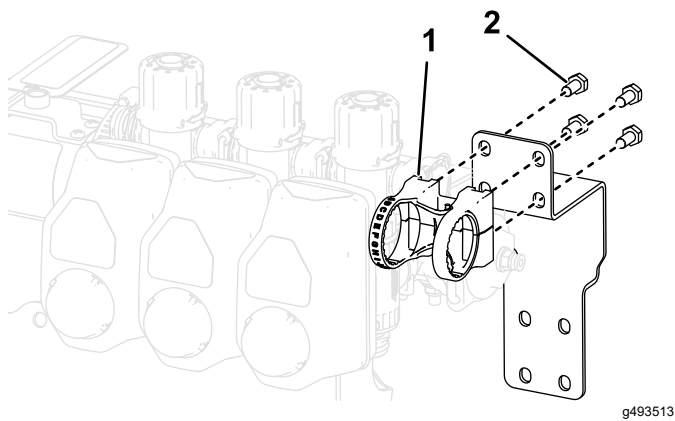

図 28
6. 図 28に示すように、コントロールバルブアセンブリをコントロールバルブブラケットにネジM64本で取り付ける。